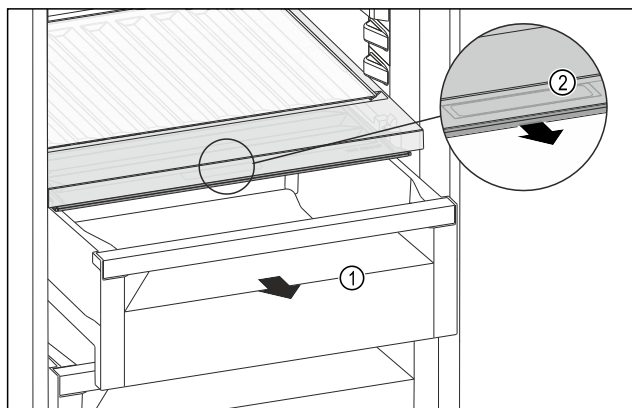

Fig. 97
- ▶ 拉出抽屉 Fig. 97 (1)。
- ▶ 抓住抽屉盖上的内嵌式拉手 Fig. 97 (2)，并同时向前拉出抽屉盖。